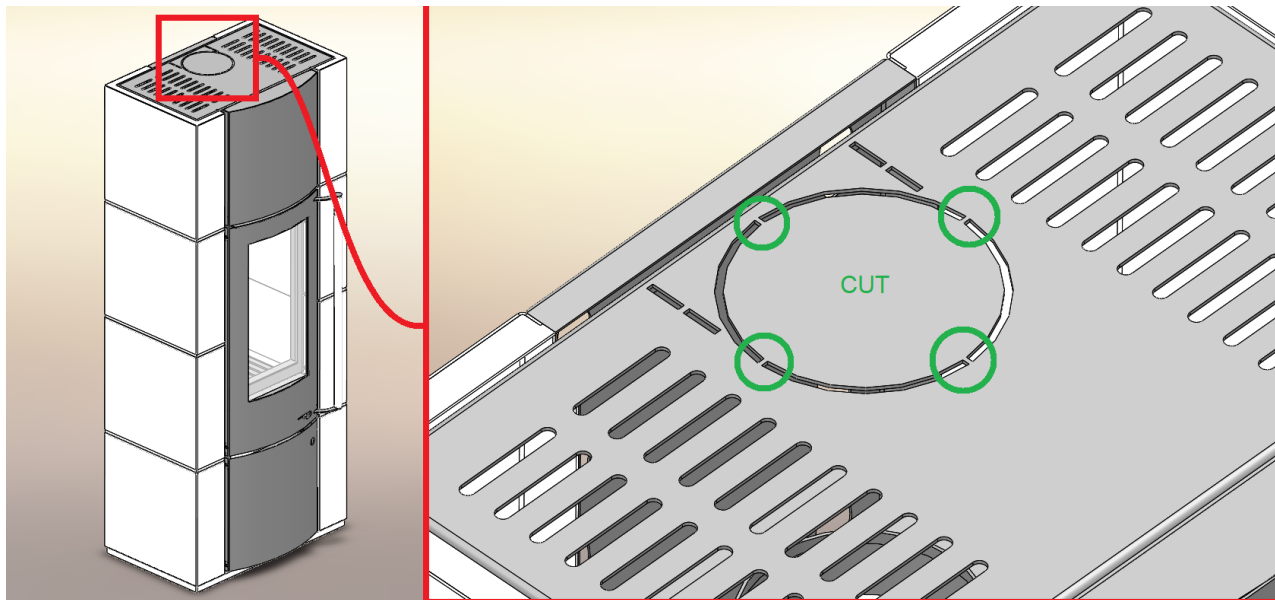

Abbildung 1 Schneiden von Mikroverbindungen auf dem Rücken
2. Abbildung 1 Schneiden von Mikroverbindungen auf dem Rücken	Seite 5
Beim Einbau des Gerätes sind alle lokalen Vorschriften einzuhalten, einschließlich derjenigen, die nationale und europäische Normen betreffen. Wir empfehlen eine Beratung mit dem zuständigen Schornsteinfeger. Die Kaminöfen werden auf Transportpaletten angeliefert, vorbereitet für den Anschluss an den Schornstein nach oben. Vor dem Anschluss des Kamins an den Schornstein muss die Abdeckung des Rauchrohranschlusses vom Kamin entfernt werden (Abbildung 1 und 2).